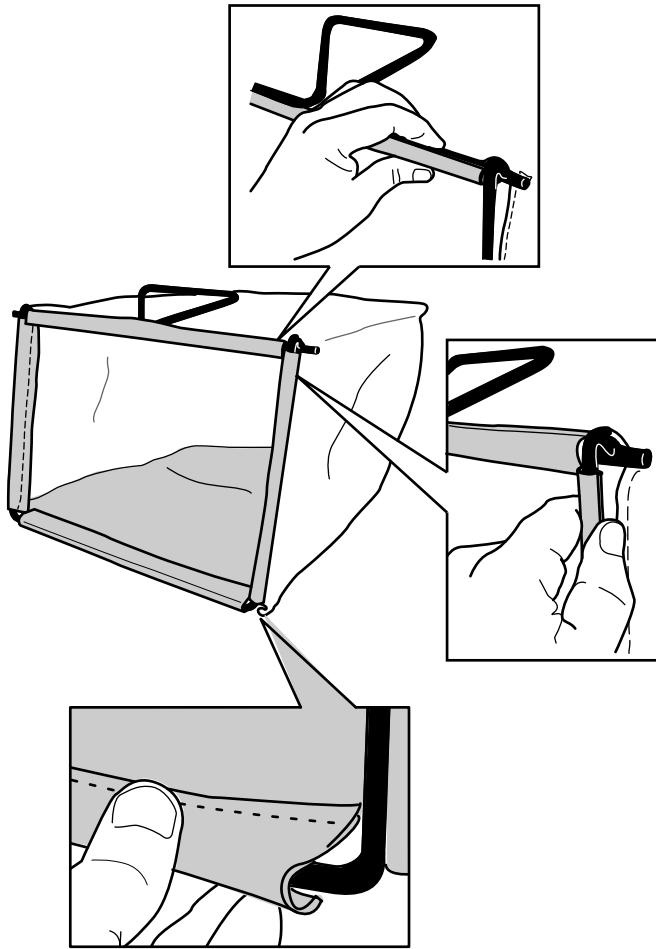

Figura 9
- Enganche el canal inferior del recogedor en la parte inferior del bastidor (Figura 9).
- Enganche los canales superiores y laterales del recogedor en la parte superior y en los laterales del bastidor, respectivamente (Figura 9).